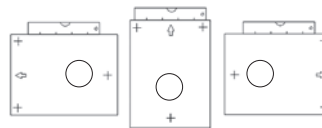

Рис. 3
- Используя строительный уровень, приложите к стене шаблон для монтажа в правильном положении, которое зависит от выбранного вами расположения прибора на стене (смотри п. "Правила размещения"), как показано на Рис. 3, и наметьте на стене центр канала воздуховода и крепежные отверстия. Уберите монтажный шаблон.